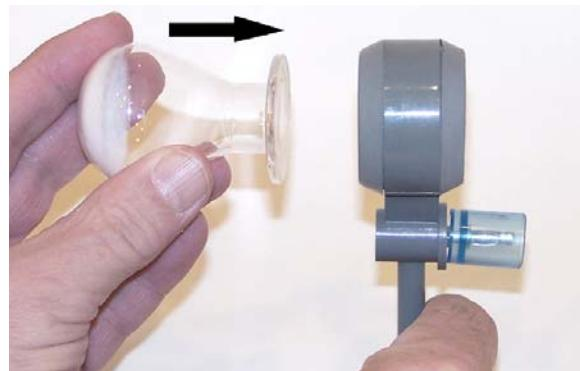

Fig. 1
- Se colocan las tapas de los extremos en el correspondiente alojamiento de los soportes (ver Fig. 1).